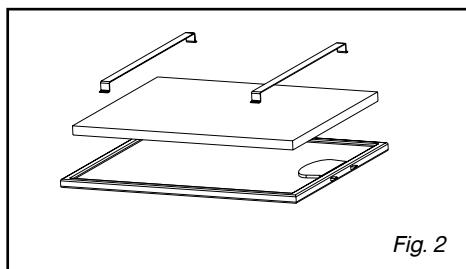

Fig. 2
- Togliere i filtri cassetta (fig.2).